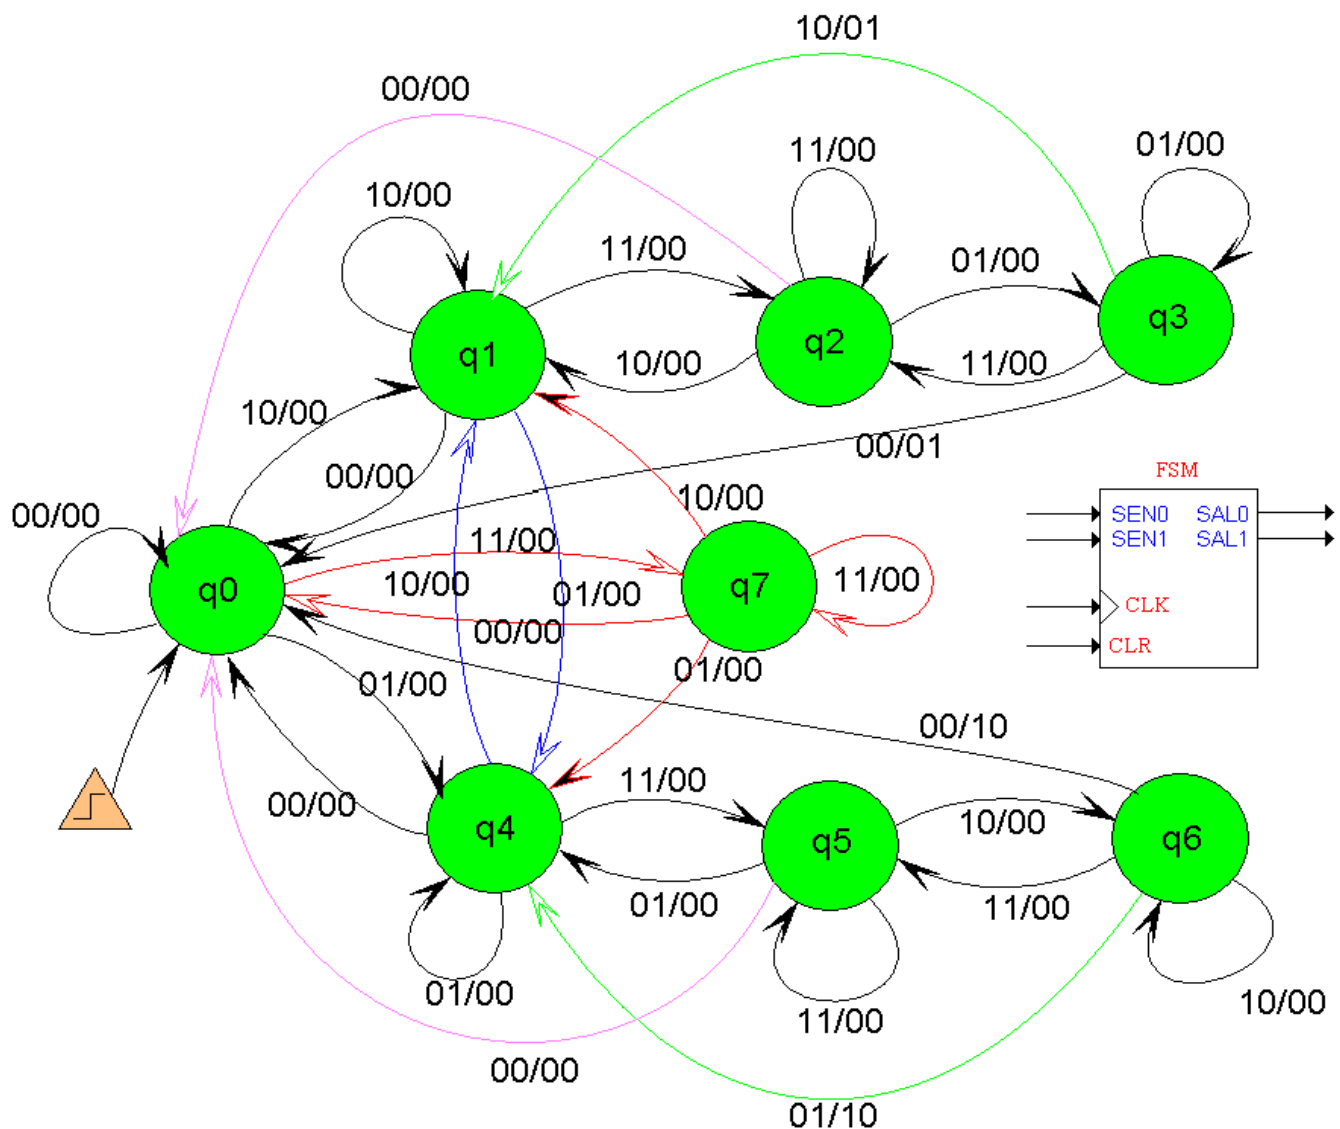

Ilustración 3 Máquina de Mealy para los sensores.
- Este modelo es una máquina de Mealy la cual contiene 8 estados, tal como se muestra en la ilustración 3.